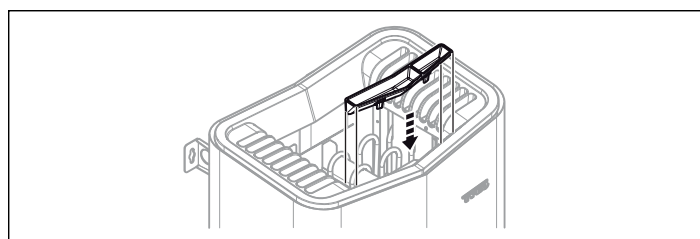

Рисунок 9: Установка подставка для флакона с ароматизатором/увлажнителя воздуха
7. Установите чашу для трав/увлажнитель воздуха (см. Рисунок 9, страница 19).